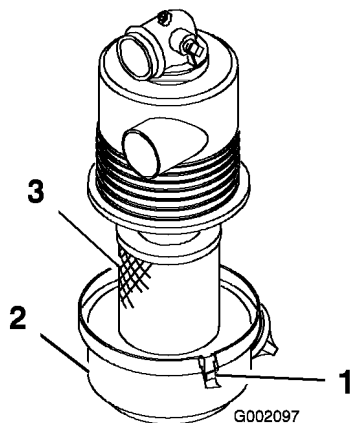

Figura 33
3. Rilasciate i fermi che fissano il coperchio del filtro dell'aria al relativo corpo. Staccate il coperchio dal corpo. Pulite la parte interna del coperchio (Figura 33).
4. Estraete con cautela il filtro dal corpo del filtro dell'aria, in modo da ridurre lo spostamento di polvere (Figura 33). ed evitate di urtare il filtro contro il relativo corpo.